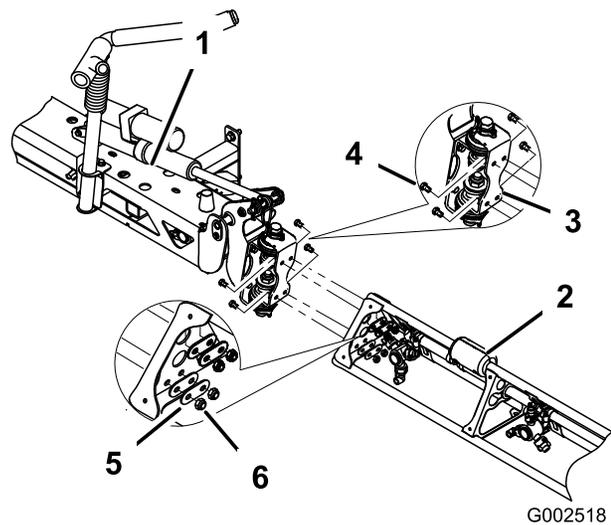

Figure 27
- Montez le prolongement de la rampe centrale sur la plaque d'articulation avec les quatre boulons, quatre rondelles et quatre écrous retirés à l'étape 6 comme illustré dans la Figure 27.